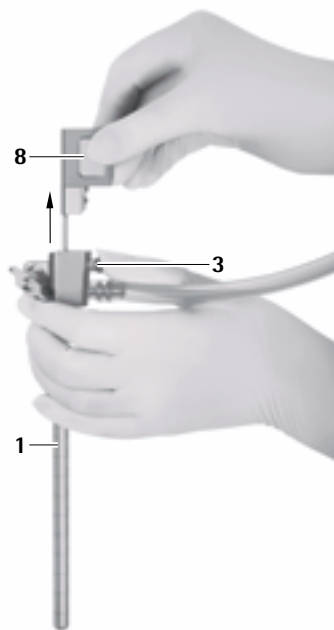

Рис. 10
- ▶ Нажать деблокирующую кнопку 3 и осторожно извлечь obturator для оптического канала 8 из троакара MINOP inVent 1, см. Рис. 10.